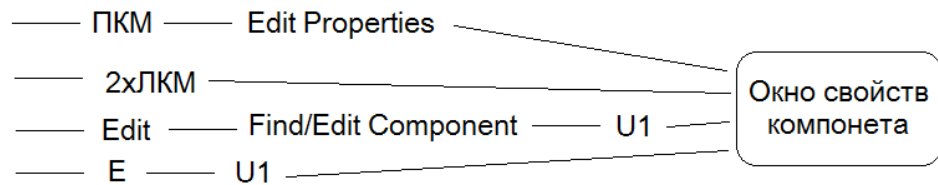

Рис.3.9. Схема операций для доступа в окно
2. Способы доступа к окну свойств компонент. Выполняемые технологические последовательности можно показать графически в виде схемы операций, как это сделано на рис.3.9.